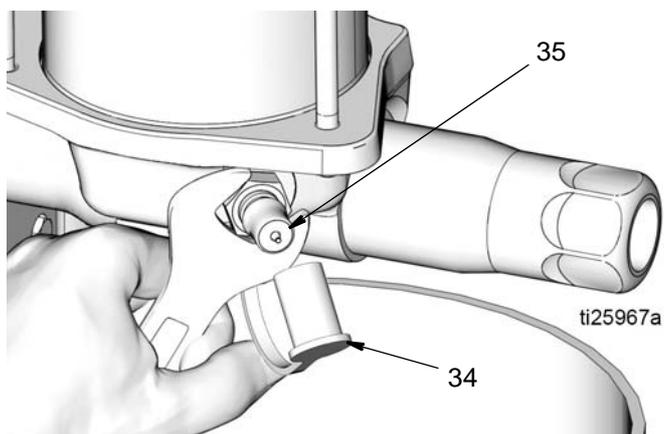

FIG. 12
7. Rimuovere il tappo di riempimento (34). Utilizzare una chiave per allentare e rimuovere lentamente il tubo di riempimento (35). (FIG. 12).